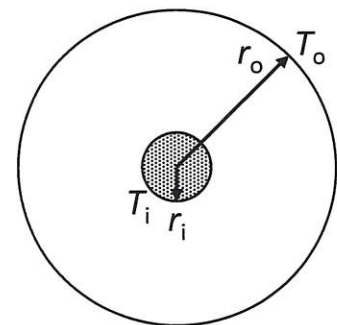

図2
(b) 図2に示す半径 r_i の球と、その周囲を覆う内径 r_o からなる中空球内の伝導伝熱を考える。表面温度がそれぞれ T_i 、 T_o であるとき、半径方向温度分布が式 (3) で表されることを示せ。ただし温度分布は半径方向のみの1次元であり、外側の球殻の厚みは考慮しないものとする。